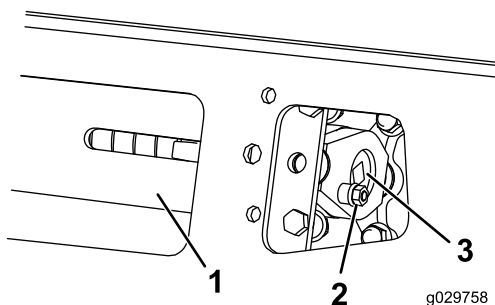
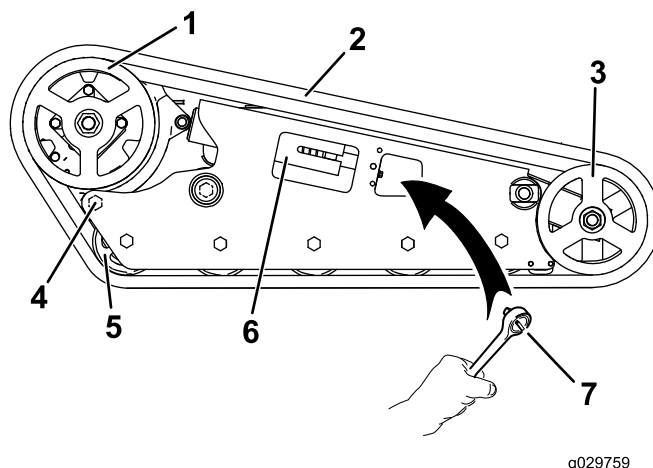

Figura 53
Figura 54
3. Togliete il bullone di bloccaggio e il dado (Figura 53).
5. Allineate l'intaglio più vicino della vite di tensione al foro del bullone di bloccaggio e fissate la vite con il bullone di bloccaggio e il dado (Figura 53).
3. Utilizzando una chiave a tubo da 1/2 pollice, scaricate la tensione girando la vite di tensione in senso orario (Figura 53 e Figura 54).
4. Allentate il bullone posteriore, vicino alla ruota motrice (Figura 54).
6. Dopo avere liberato il cingolo dalla ruota anteriore, toglietelo dalla ruota conduttrice e dalle ruote non motrici (Figura 54).
7. Avvolgete il nuovo cingolo iniziando dalla ruota conduttrice e controllando che i denti del cingolo si allogino tra i distanziali della ruota stessa (Figura 54).
8. Spingete il cingolo sotto e tra le ruote non motrici (Figura 54).